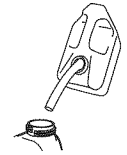

Fig. 7
2. Coloque la boquilla del depósito de gasolina en el orificio de llenado del tanque de combustible y llénelo. (Fig. 7)
- Dé vuelta a la palanca del obturador en sentido de las agujas del reloj hasta que encaje en su lugar (Fig. 7).